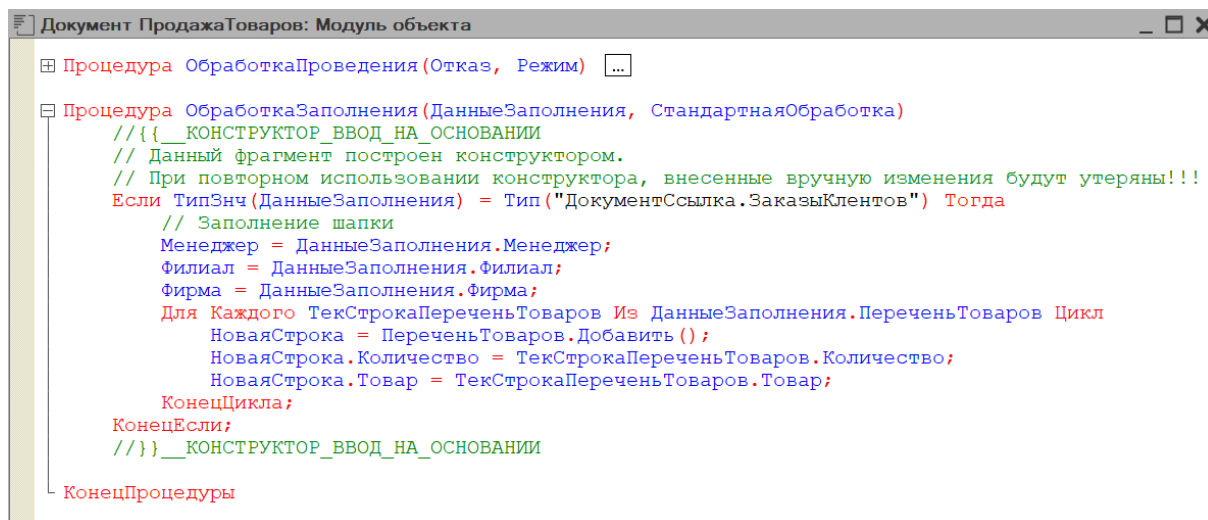

Рис. 5.10. Процедура заполнения полей документа «ПродажаТоваров»
4. Теперь, после щелчка по кнопке ОК, можно получить процедуру заполнения полей документа «ПродажаТоваров» (рис. 5.10).